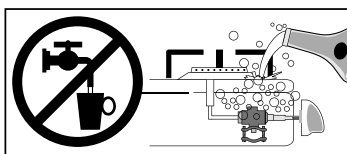

Figura 16.
- Durante las labores de limpieza, debe evitarse la caída de agua y jabón dentro de la válvula (Ver figura 16).